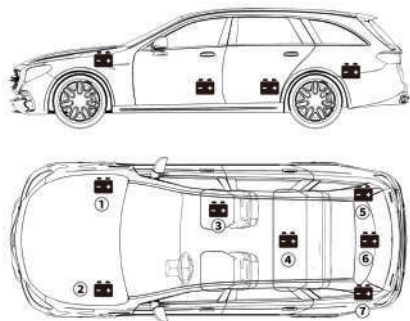

Figura 3.1.1
- 1) A maioria dos modelos de veículos coloca a bateria no compartimento do motor, sob o capô, em um dos cantos dianteiros. Consulte a localização da bateria ① e ② na Figura 3.1.1.
- 2) Para equilibrar a distribuição desigual de peso, alguns fabricantes colocam a bateria no porta-malas. Veja a localização da bateria ⑤, ⑥ e ⑦ na Figura 3.1.1. Neste caso, a bateria pode ter uma tampa plástica que deve ser removida antes de qualquer teste ser realizado.
- 3) Em alguns modelos, a bateria pode ser armazenada embaixo do banco traseiro. Veja a localização da bateria ④ na Figura 3.1.1.
- 4) Para outros veículos, a bateria estará localizada embaixo do banco do passageiro. Veja a localização da bateria ③ na Figura 3.1.1.